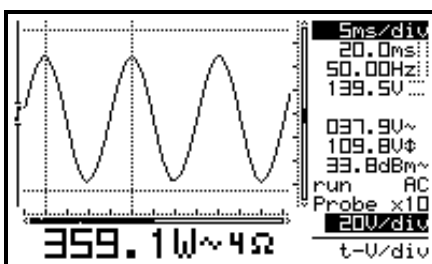

Fig 9
**Pression brève:** Utilisez les touches curseur "droite/gauche" pour choisir un mode d'affichage parmi 5 agencements possibles. (fig. 9 à 13).